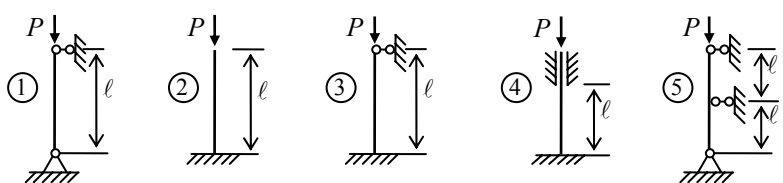
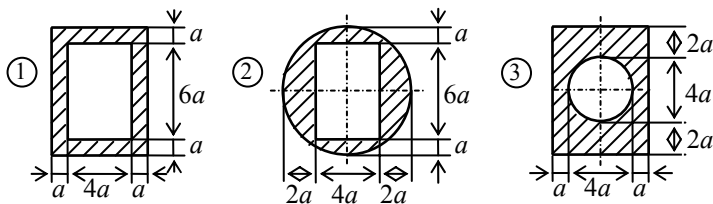

РИС. 9.1
РИС. 9.2
**Задание.** Стальной стержень (рис. 9.1) сжимается силой  $P$ . Требуется: 1) найти размеры поперечного сечения (рис. 9.2) при расчетном сопротивлении на простое сжатие  $R = 210$  МПа; 2) найти значение критической силы и коэффициент запаса устойчивости. Данные взять из табл. 9.